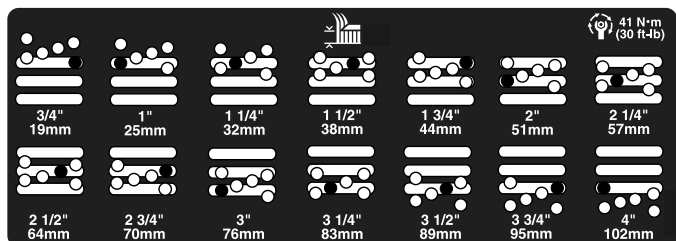

Рисунок 16
- Переместите камеру на требуемую высоту скашивания и установите проставку в предусмотренные для этой высоты отверстие и паз (Рисунок 16).